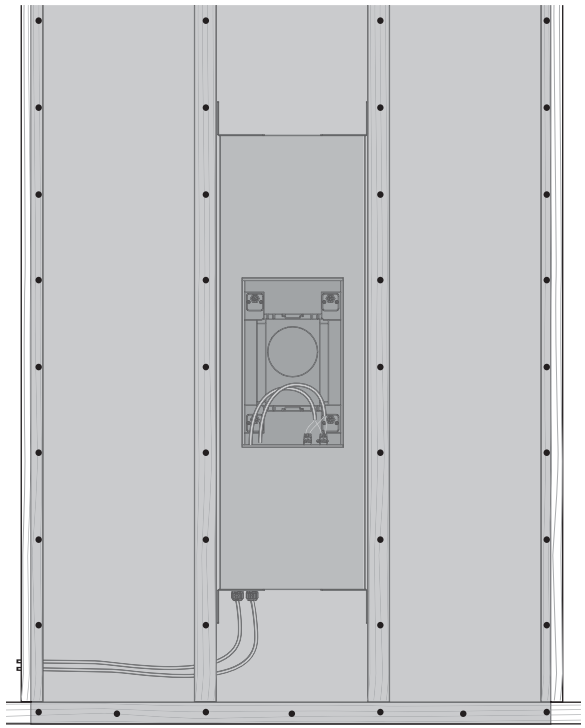

Fig. 6. Gipsskruvar.
1. Installationen av gipsskivor runt den bakre burkens placering görs bäst med ett enda stort ark med den vertikala mittlinjen centrerad över den bakre burkens vertikala mittlinje (Fig. 6). Alternativt kan locket sitta kvar och gipsskivan installeras i fyra sektioner runt locket.